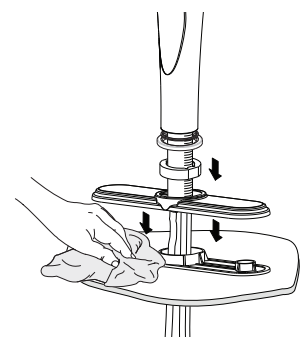

Fig. 1.6
- Enlever l'excédent de mastic, déposer la **plaque décorative** ainsi que l'**anneau de la plaque décorative** sur le **support de plastique** et insérer les 4 boyaux ainsi que le **tube fileté** dans le trou (fig. 1.6).
- Remove the excess glue, put in the **deck plate** as well as the **deck plate adaptor** on the **plastic panel** and insert the four hoses and the **threaded tube** into the hole (fig. 1.6)